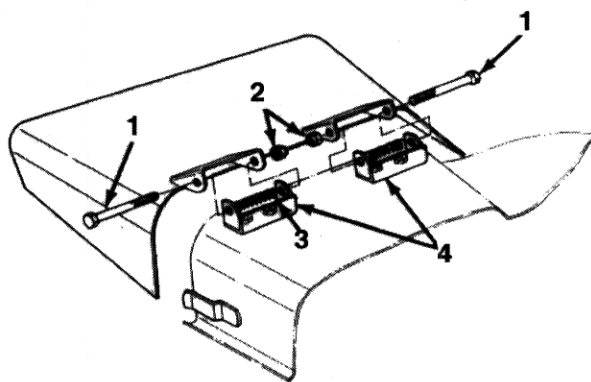

Fig 10
1. Rimuovere le due viti mordenti, i dadi autobloccanti e le molle che fissano gli attacchi del deflettore alla staffa orientabile (Fig. 10).
2. Per rimuovere le staffe orientabili togliere bulloni, rondelle di sicurezza e dadi (Fig. 10).